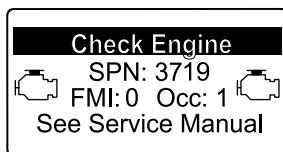

Figura 52
- Aviso do motor SPN 3719, FMI 0 (Figura 52)